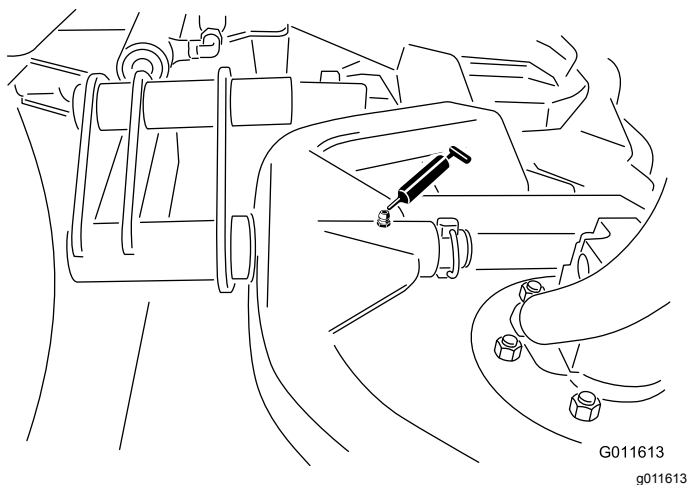

Figura 49
- Perno del telaio portante degli elementi di taglio (1 cad.) (Figura 49)